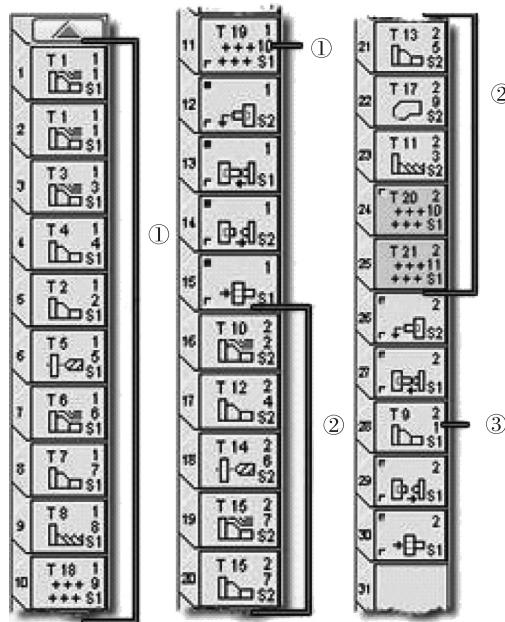

图 6-117 改变操作位置
6) 拖动#20 和#21 刀具的操作到#23 和#24 操作之间。这将把操作放在副主轴外轴螺纹车削之后, 公共操作结束之前, 如图 6-117 所示。